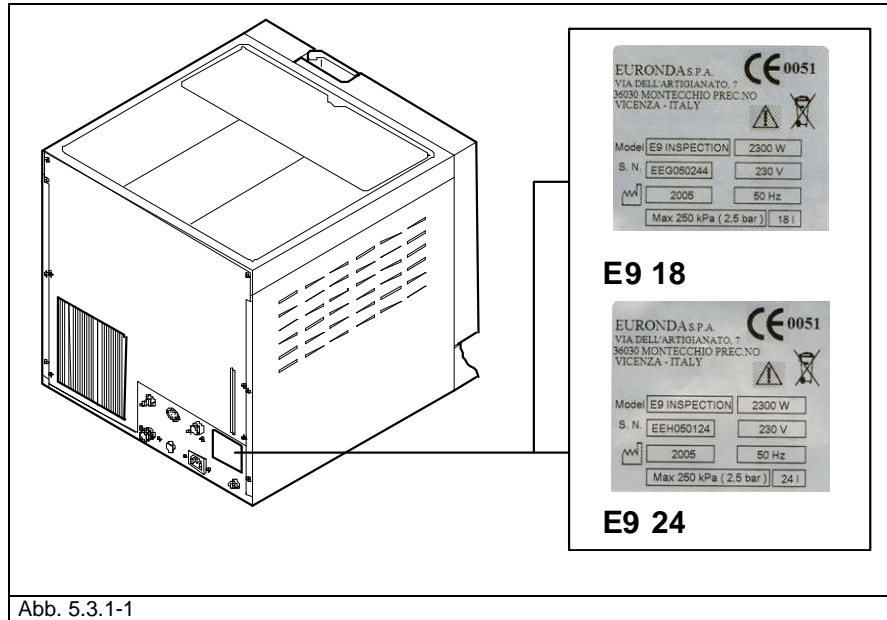

Abb. 5.3.1-1
Es handelt sich hierbei um das Innenvolumen der Sterilisierkammer, das dem Sterilisiergut zur Verfügung steht (Abb. 5.3.1).
Das Typenschild (Abb. 5.3.1-1) führt die wichtigsten Daten und die Merkmale des Gerätes auf, d.h. die für die Kennung des Gerätes erforderlichen Informationen zum Bestellen von Ersatzteilen und/oder bei Anforderung von Informationen.
- Kontrollieren, dass die auf dem hinteren Schild (Abb. 5.3.1-1) angegebene Versorgungsspannung mit der am Installationsort verfügbaren Spannung übereinstimmt.